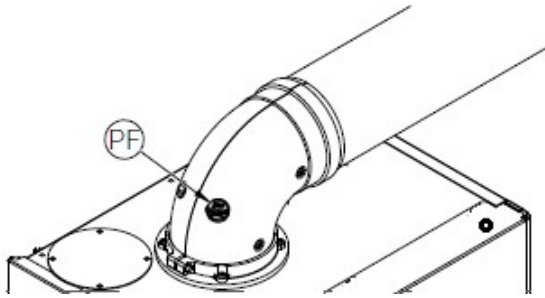
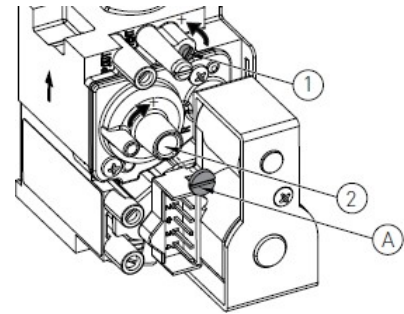

Рисунок 6.3
Рисунок 6.4
- Вставьте зонд анализатора дымовых газов (Рисунок 6.3) в соответствующий штуцер анализа дымовых газов «PF», после чего проверьте, соответствует ли значение CO₂ тому, что приведено в главе «Технические характеристики», в противном случае открутите защитный винт «А» и отрегулируйте при помощи ключа шестигранника на 4 винт «2» регулятора смещения (Рисунок 6.4). Для того чтобы увеличить значение CO₂, необходимо вращать винт по часовой стрелке, а чтобы его уменьшить – против часовой стрелки. После завершения регулировки закрутите защитный винт «А» на регуляторе смещения.
- Проверьте, соответствует ли значение CO₂ тому, что приведено в главе «Технические характеристики», в противном случае отрегулируйте винт «1» регулятора подачи газа (**Рисунок 6.4**). Для того чтобы увеличить значение CO₂, необходимо вращать винт против часовой стрелки, а чтобы его уменьшить – по часовой стрелке.